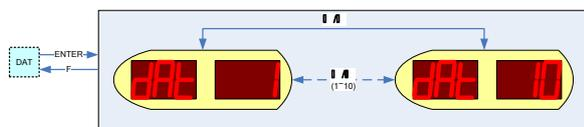

Fig.32
No menu de nível superior do DAT, você pode pressionar a tecla ENTER para inserir o modo, e é possível usar a tecla Up / Down (▲ / ▼) para abrir os dados definidos pelo usuário No.1 ~ 10 . Depois de selecionar os dados, é possível usar a tecla ENTER para abri-los e voltar, e usar a tecla Function (F) para sair e retornar ao menu de nível superior. A interface para abrir os dados definidos pelo usuário é como mostra a Fig.32.